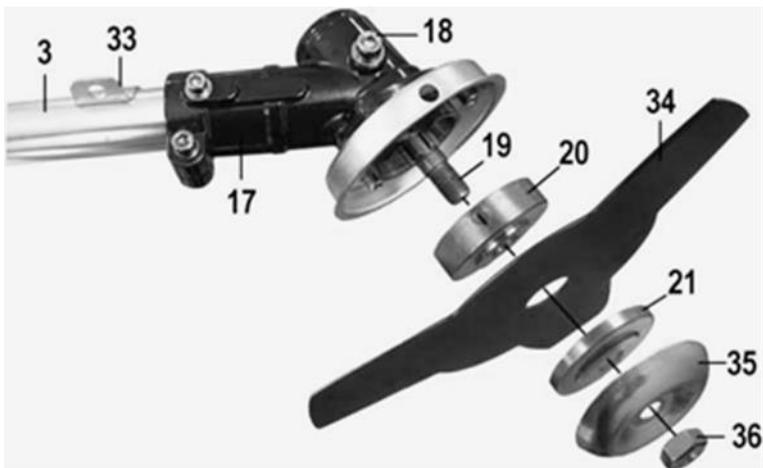

Рис. 3 Порядок установки на триммер ножа (диска)
8.1.6. В зависимости от выполняемой работы установите на нижнюю штангу требуемый рабочий инструмент согласно рис. 2, рис. 3.